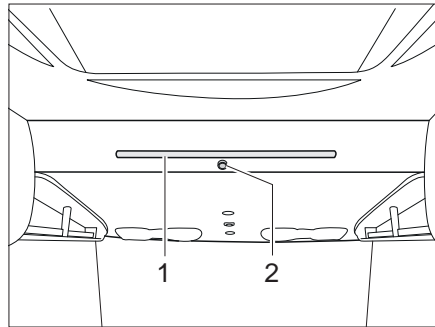

Fig. 128 Lit escamotable manuel
- Tirer sur le bouton de verrouillage (Fig. 128,2) pour déverrouiller le lit escamotable.
- Tirer le lit escamotable à deux mains vers le bas à l'aide de la barre de maintien (Fig. 128,1).
- Accrocher l'échelle d'accès avec les deux étriers dans la barre de maintien (Fig. 128,1) du lit escamotable.